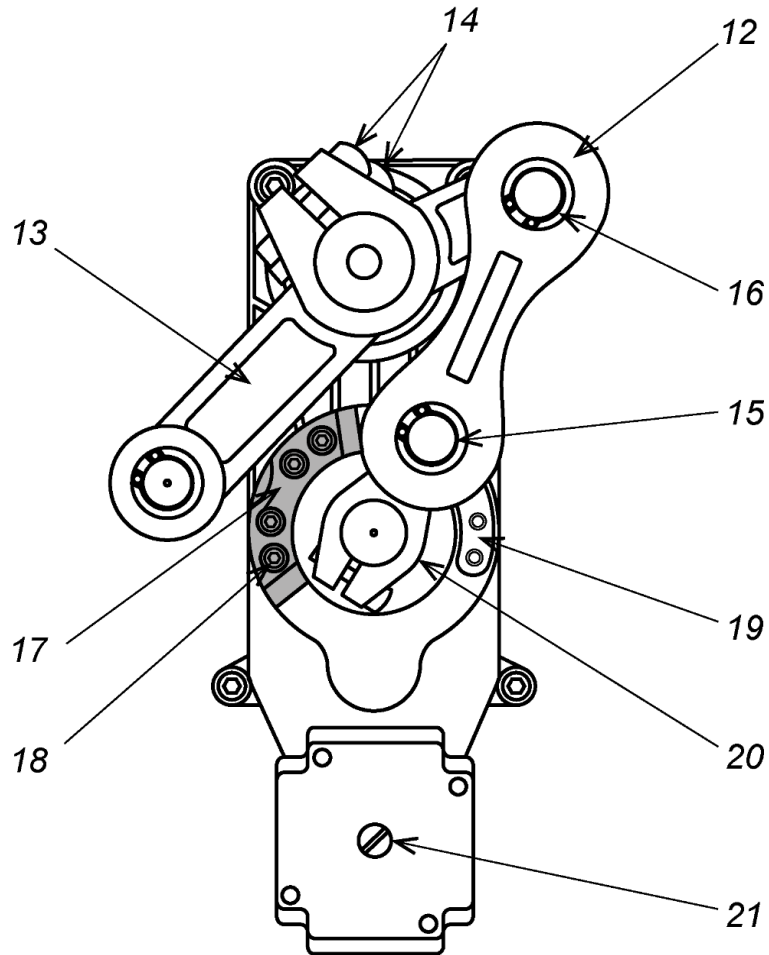

Рисунок 9. Порядок переустановки стрелы шламбаума
7. Открутите четыре винта (18) с внутренним шестигранником S6 и переставьте упор (17) зеркально относительно вертикальной оси привода, на рисунке – место (19). Перед установкой упора на новое место проверните вал редуктора с упорной лапкой (20) при помощи винта (ручки) разблокировки привода (21). При необходимости зафиксируйте упор на новом месте болтами (18).
8. Установите на место рычажно-шатунную группу и закрепите ее болтами (14) на валу кронштейна стрелы и стопорным кольцом (15) на шарнире лапки (20).
9. На плате управления поставьте переключку-джампер «MODE1» на разъем **XP1** для левостороннего положения стрелы. Для правостороннего положения – джампер по умолчанию снят (см. рис. 9):